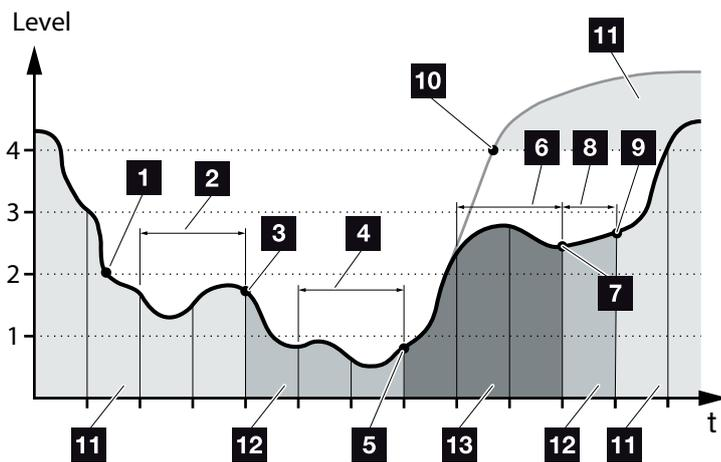

Fig. 55: Modo automático
Ao contrário do modo “automático”, neste modo, a bateria é desligada assim que a energia FV descer abaixo do limite do nível 1 durante dois dias consecutivos  **Fig. 55, pos. 5.**